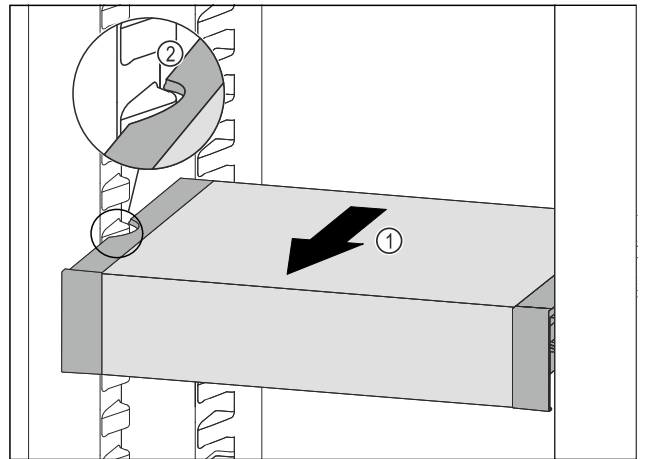

Fig. 101
- ▶ Изтеглете VarioSafe напред Fig. 101 (1), докато страничните прорези на VarioSafe се намират на височината на реброто на съда в хладилната част. Fig. 101 (2)